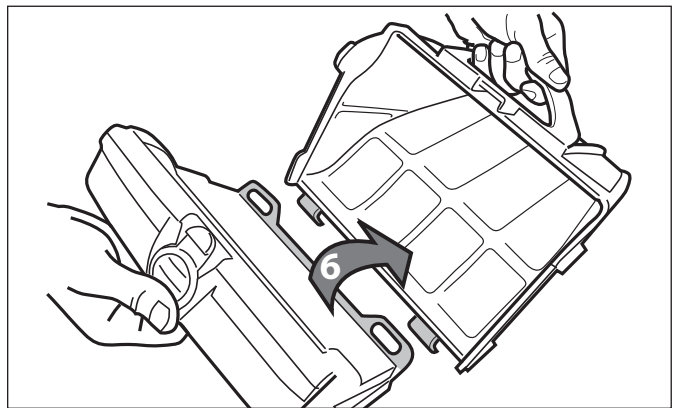

Figura 27. Remueva el porta Filtro
8. Separe el porta filtro del soporte del filtro (6), como se muestra en la Figura 27.